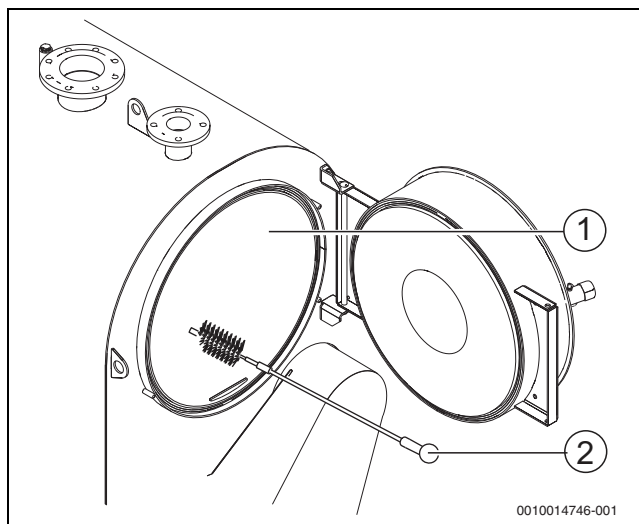
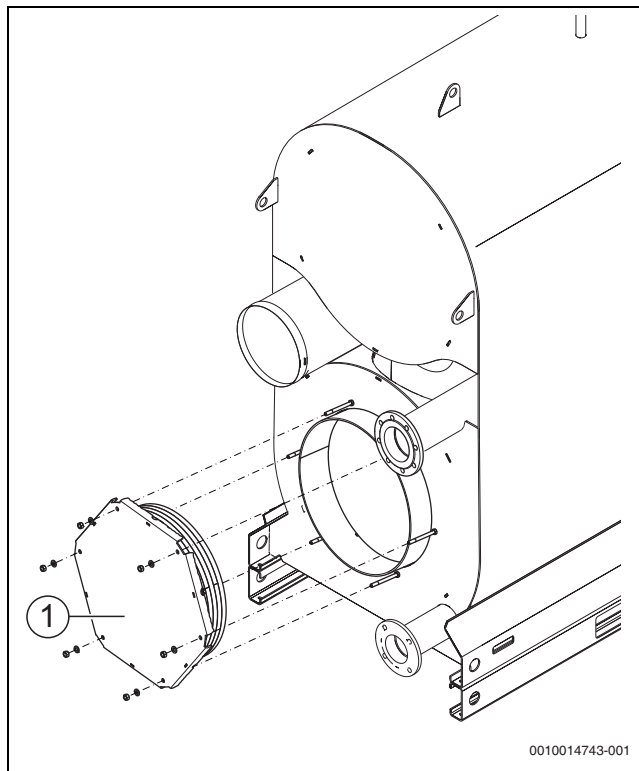

Fig. 37 Curățarea suprafețelor de încălzire
Fig. 38 Demontați capacul camerei de întoarcere.
- ▶ Curățați suprafețele de încălzire ale camerei de ardere (→ fig. 37, [1], pagina 34) cu peria de curățare [2].
- ▶ Îndepărtați resturile de ardere desprinse din camera de ardere (→ fig 37, [1], pagina 34), din canalele pentru gazul de încălzire și din camera de întoarcere (→ fig. 38, [1], pagina 34).